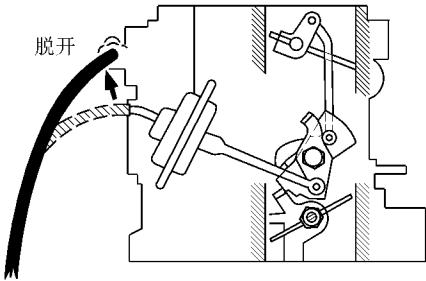

图 2-50 脱开真空软管逐渐放开加速踏板
1) 从强制开启阀的膜片上脱开负压软管，在冷却液温度低于 40℃ 下，逐渐放开加速踏板，如图 2-50 所示。